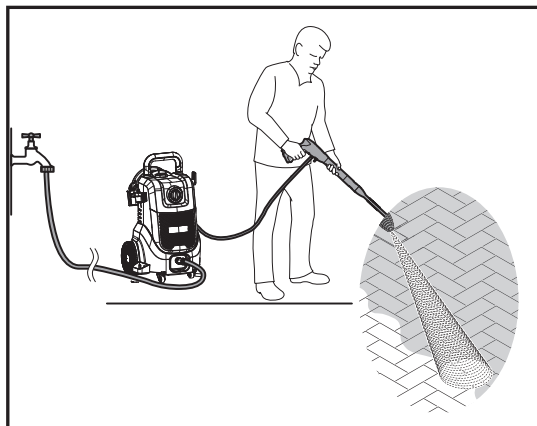

Fig. 20
2. Se utilizar o bocal variável (20), defina o padrão de pulverização necessário.
4. Segure na pistola de pulverização (16) com ambas as mãos.
5. Ligue a máquina rodando o interruptor rotativo de ligar / desligar (3) para a posição "I".
7. Aperte completamente o gatilho (16a) da pistola de pulverização para iniciar o jato de água, conforme ilustrado na Fig. 20.